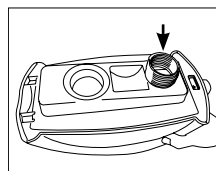

Рис. 4-3
3. Наполните резервуар водой (Рис. 4-3).